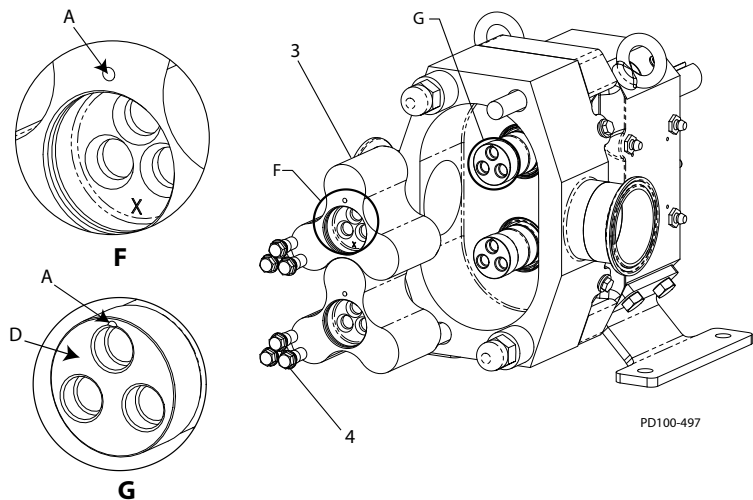

Figure 56 - Installer le rotor
2. La face de l'arbre doit être exempte de bords relevés ou bavures (voir Figure 56, détails G, objet D).
3. **Ré-utiliser les rotors** : Appliquez un lubrifiant compatible avec les joints toriques et installez le rotor marqué sur l'arbre de commande et le rotor non marqué sur l'arbre court en tenant compte de l'alignement de la marque de référence sur les arbres pour le positionnement du rotor. (Voir objet A dans Figure 56, détails F et G.)
**Installer de nouveaux rotors** : Appliquez un lubrifiant compatible avec les joints toriques et installez les rotors sur les arbres en tenant compte de l'alignement de la marque de référence sur les arbres pour le positionnement du rotor. (Voir objet A dans Figure 56, détails F et G.) Collez un « X » à en environ 3 mm de hauteur sur la face de la fraise à lamer en face de la marque de référence d'alignement. Voir Figure 56, détails F; voir également Figure 31 sur la page 27 pour une vue plus large.
4. Installez une vis d'ergot (Figure 56, objet 4) dans le trou situé le plus près de la marque de référence dans chaque rotor.